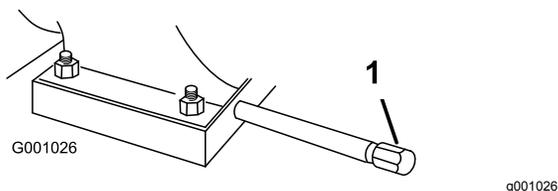

Bild 32
1. Reinigen Sie den Bereich um die Ölablassschraube (Bild 32).